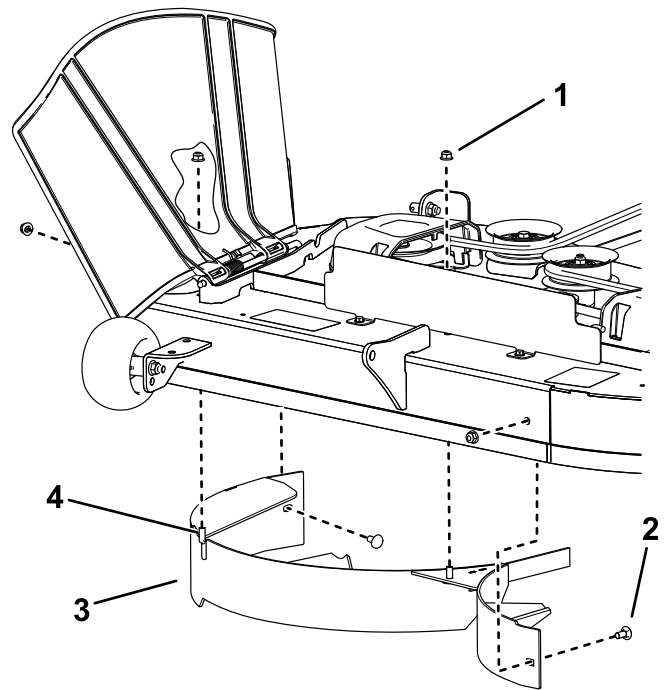

Figure 12
4. Retirez les 2 contre-écrous (5/16") des montants soudés du déflecteur (Figure 12).
1. Contre-écrou (5/16") (4)
2. Boulon de carrosserie (5/16" x 3/4") (2)
4. Montant soudé (2)
5. Retirez les 2 boulons de carrosserie et les 2 contre-écrous qui fixent le déflecteur au plateau, puis déposez le déflecteur (Figure 12).
6. Localisez les 2 boulons dans les pièces détachées et insérez-les, avec les contre-écrous existants, dans les trous utilisés pour les montants soudés (Figure 12) afin d'éviter la projection de débris.